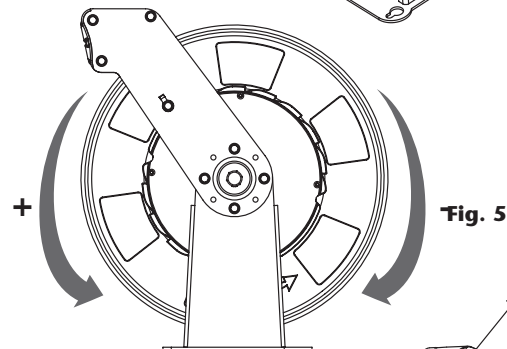

Fig. 5
4. Turn the spool to increase or decrease the power spring (fig. 5). **NOTE:** Do not apply more pre-tension turns than shown in table 1, the power spring could be damaged.
3. Comience a recoger la manguera girando el tambor manualmente hasta que quede enrollada totalmente (el resorte deberá seguir neutro). Aplique entonces pretensión al resorte en sentido positivo según (fig. 5). No se debe aplicar más pretensión de la indicada la tabla 1, pues el resorte podría resultar dañado.
6. Aplique de pretensión según tabla 1, en sentido positivo según (fig. 5). No se debe aplicar más pretensión de la indicada pues el resorte podría resultar dañado.
4. Haga girar el tambor para incrementar o disminuir la tensión según (fig. 5).